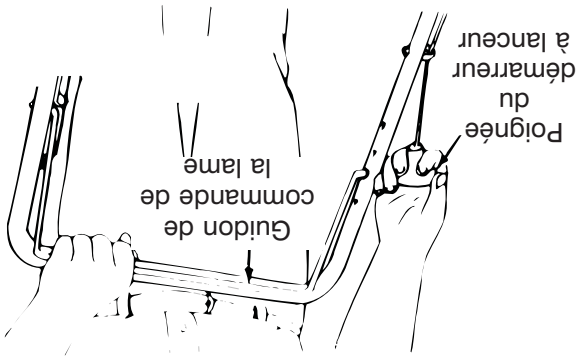

Figure 12
- Tenez-vous derrière la machine, appuyez sur la poignée de commande de la lame et maintenez-la contre le guidon supérieur, comme à la Figure 12.
- Prenez la poignée du démarreur à lanceur de la façon illustrée et tirez-la lentement jusqu'à ce que vous sentiez une légère résistance. Tirez alors rapidement pour faire démarrer le moteur et pour éviter le recul. Laissez la poignée revenir lentement jusqu'au bouclon de guidage de la corde. Voir la Figure 12.